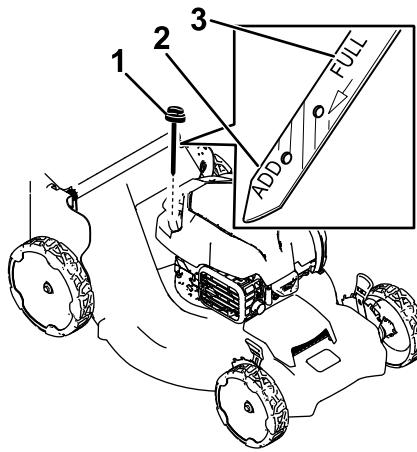

Figura 23
3. Girate il tappo in senso antiorario ed estraete l'asta di livello (Figura 23).
4. Inclinete la macchina sul fianco (di modo che il filtro dell'aria si trovi in alto) per scaricare l'olio usato attraverso il tubo di riempimento (Figura 23).